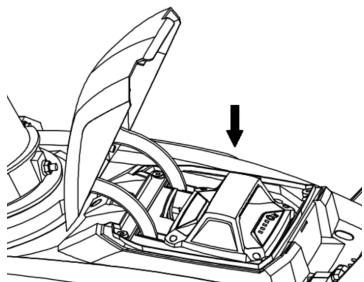

Fig.6
1. Ouvrez le couvercle du compartiment de la batterie et faites glisser la batterie verticale vers le bas comme le montre la figure 6.